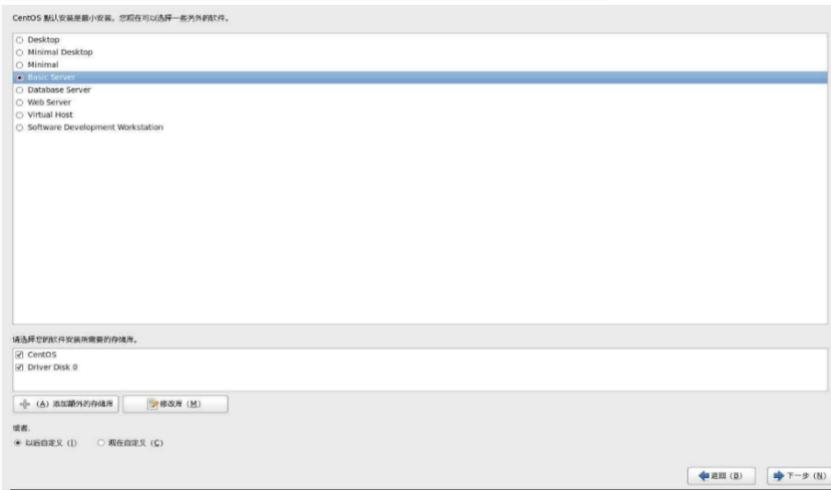

图 6-39
- t. 单击下一步进入软件选择，CentOS 为了方便安装，将服务器进行分类，选择不同的分类就会安装不同的软件包组。如图 6-39 所示。